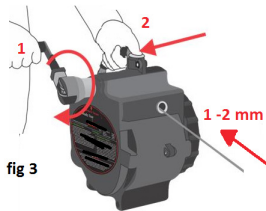

fig 3
Zum Entfernen der Seilsicherung die Spannkurbel (4) ausklappen, die Spannkurbel (4) (siehe Abb. 3) um einige Grad (15-20°) drehen, bis das Seil 1 bis 2 mm in das Gehäuse eingezogen wird, dann den Druckknopf (3) drücken; das Seil wird sich automatisch lockern. Die Spannkurbel wieder einklappen. Den Verbinder an der Seite der Spannungsanzeige (1b) lösen und das Seil mit Hilfe des Handrads zum Wiederauflösen des Seils (5) aufröhlen. Während des Einrollens müssen Sie ein klickendes Geräusch hören; wenn dies nicht der Fall ist, darf das Produkt nicht mehr verwendet werden und muss zur Überholung an eine sachkundige Person gegeben werden. Wenn das Seil vollständig eingerollt ist, entfernen Sie den zweiten Verbinder (1a). Die Seilsicherung ist aufgerollt und bereit für eine neue Verwendung an einem anderen Ort oder einen weiteren Einsatz am gleichen Ort!